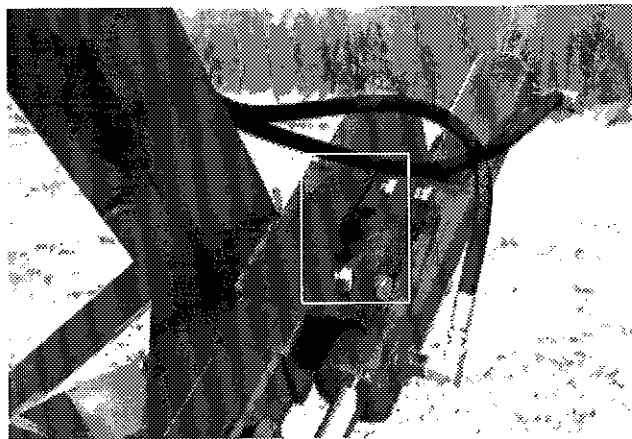

Figure 22
- 7) Le diamètre d'étirement maximum du ProTube peut être limité par l'insertion d'une goupille servant de butée dans l'un des trous du tube guide. (Fig. 22)